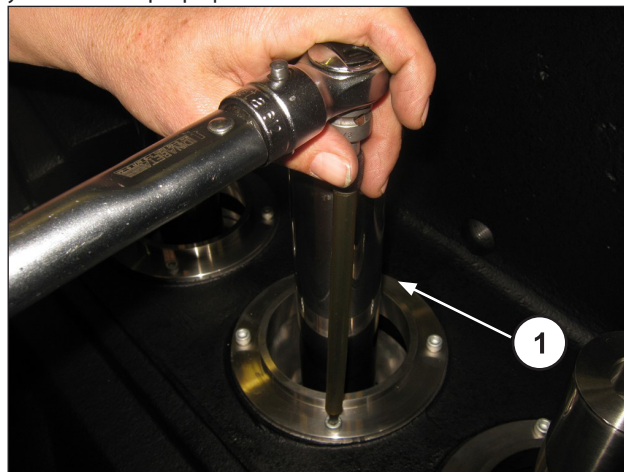

Рис. 161
Затяните четыре винта М6 (поз. ①, Рис. 161) с помощью динамометрического ключа, откалибровав их согласно указаниям параграфа 3.